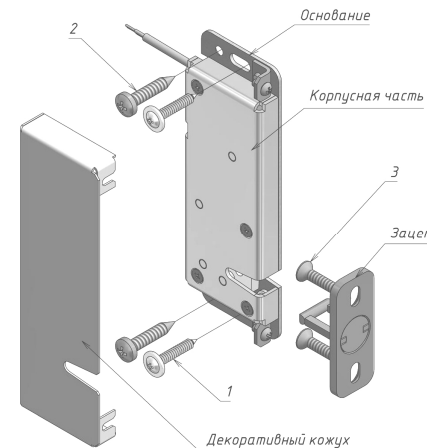

Рисунок 2 – Комплект поставки замка AL-250UZ
3.1 В основной комплект поставки (рисунок 2) входят:
Замок состоит из корпусной части и зацепа (рисунок 2). Корпусная часть крепится к дверной коробке, зацеп – к двери.